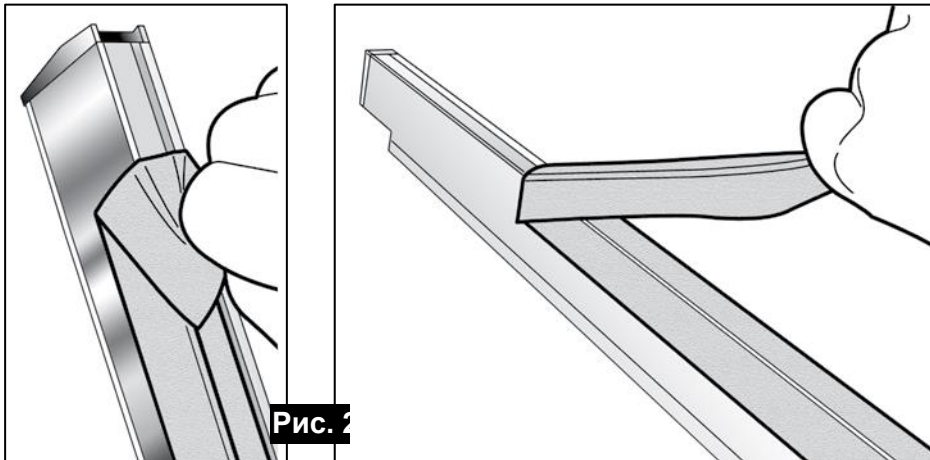

Рис. 2
- 2) Снимите тефлоновое покрытие (черное) (Рис. 2)